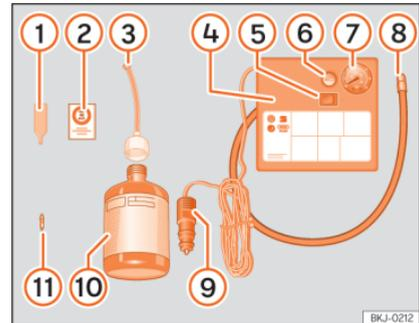

Abb. 65 Prinzipdarstellung: Bestandteile des Pannensets
- Ventilkappe und Ventileinsatz vom Reifenventil abschrauben. Mit dem Ventileinsatzdrehwerk »» **Abb. 65** **1** den Ventileinsatz herausdrehen. Legen Sie den Ventileinsatz auf einem sauberen Untergrund ab.
- Reifenfüllflasche kräftig schütteln »» **Abb. 65** **10**.
- Einfüllschlauch »» **Abb. 65** **3** auf die Reifenfüllflasche schrauben. Die Folie am Verschluss wird automatisch durchstoßen. »»
- Verschlussstopfen vom Einfüllschlauch »» **Abb. 65** ③ entfernen und das offene Ende ganz auf das Reifenventil stecken.
- Ventileinsatz mit dem Ventileinsatzdreher »» **Abb. 65** ① wieder in das Reifenventil schrauben.
- Reifenfüllschlauch »» **Abb. 65** ⑧ des Luftkompressors fest auf das Reifenventil schrauben.
- Prüfen, ob die Luftablassschraube »» **Abb. 65** ⑥ zugedreht ist.
- Stecker »» **Abb. 65** ⑨ in die 12 Volt-Steckdose des Fahrzeugs stecken »»  Seite 190.
- Luftkompressor mit dem EIN- und AUS-Schalter »» **Abb. 65** ⑤ einschalten.